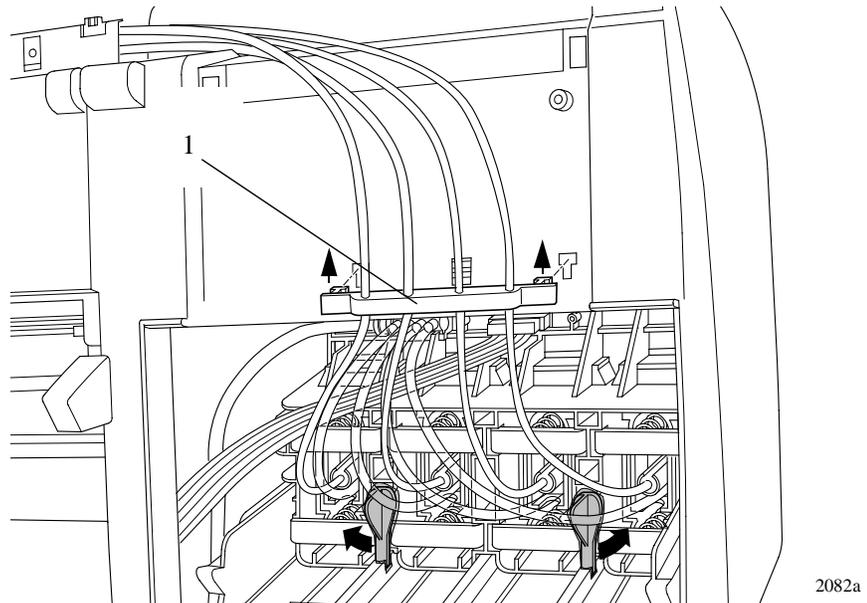

Figura 9: "Tube Grip"
- Libere el "tube holder" (item 1) de la parte posterior del "cover" del lado izquierdo empujándolo hacia arriba y hacia afuera (consulte la Figura 9).